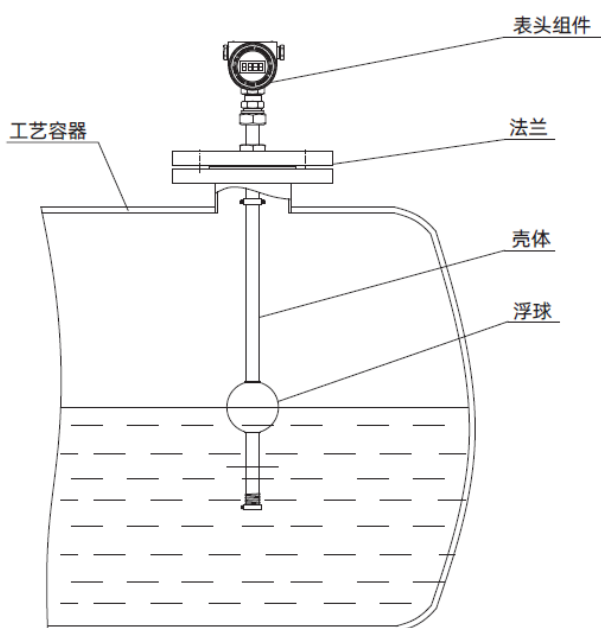

图 5 安装操作过程
6.3 安装操作过程-图 5
6.3.1 安装 UQZ 型磁浮球液位变送器时，如图 5 将液位变送器的法兰与工艺容器法兰相连，需保证